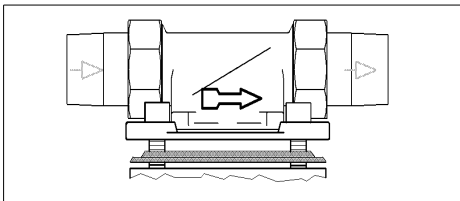

Abb. 3: Einbaudrehflansch
**Der Einbaudrehflansch muss in Fließrichtung installiert werden. Diese ist durch einen eingegossenen Pfeil gekennzeichnet (siehe Abb. 3).**